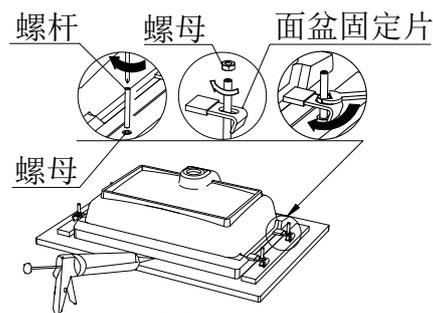

图4
- 4) 如图4所示，用螺丝刀将螺杆拧入木条上的螺母，直到螺杆不能再拧入即可。
- 5) 如图4所示，安装洗面盆的固定片和螺母，调整固定片，并用扳手拧紧螺母。
- 6) 如图4所示，台盆固定后再涂一圈硅胶，粘贴后将台面静置至硅胶固化。